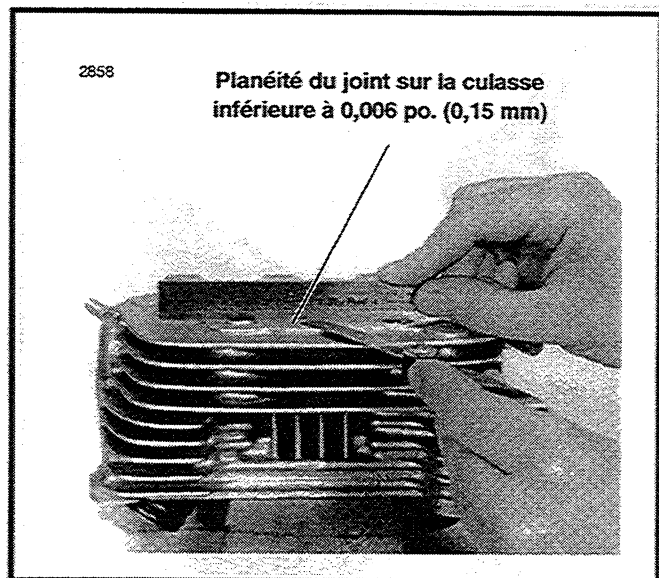

Figure 3-16. Vérification de la planéité du joint
20. Voir Figure 3-16. Vérifiez la planéité du joint sur la culasse. Refaites-le ou remplacez la tête si elle dépasse la COTE DE LIMITE D'USURE de 0,006 po. (0,15 mm)